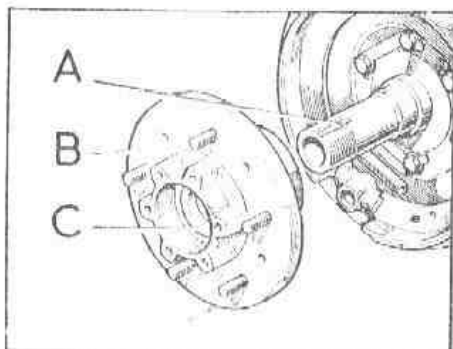

Fig. F-11 Desmontaje del conjunto del buje delantero y cojinete
- 1.9. Conservando el cojinete de rodillos exterior en su sitio, se extraerán el conjunto del buje, B (Fig. F-11) y cojinete, C.